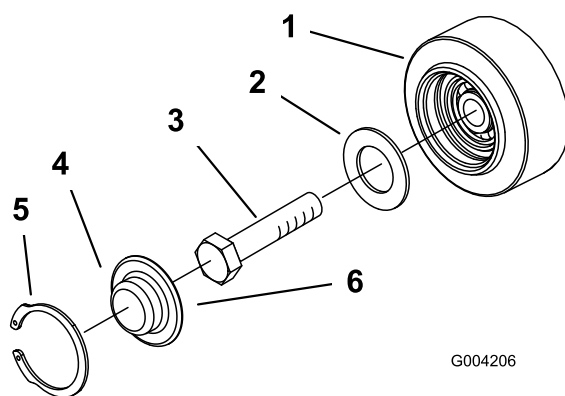

Figura 51
3. Rimuovete l'anello elastico e il tappo da una ruota non motrice (Figura 51).
4. Controllare il grasso sotto il tappo e attorno alla guarnizione (Figura 51). Se risulta sporco, sabbioso o consumato, eliminarlo completamente, sostituirla e applicate del grasso nuovo.